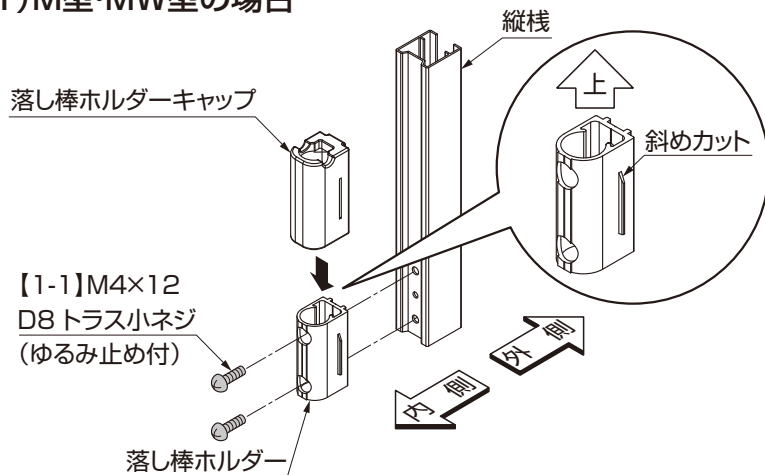

図6-1
①本体の家側の縦棧に、落し棒ホルダーを斜めカットを上にして、【1-1】で固定してください。(図6-1参照)
②落し棒ホルダーキャップを、上からはめ込んでください。(図6-1参照)
(2) H型・HW型の場合